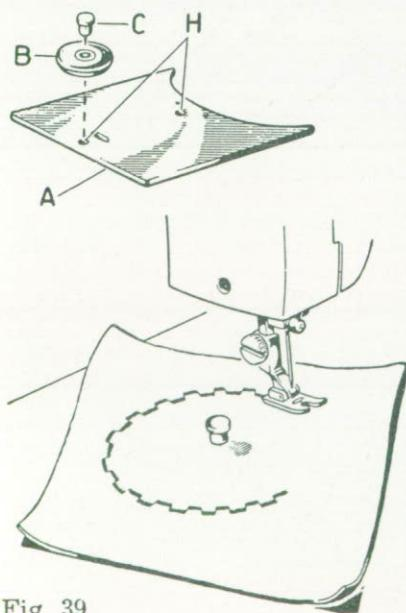

Fig. 39
- Insert knob « B » (Fig. 39) in one of the holes « H » of slide plate « A ».